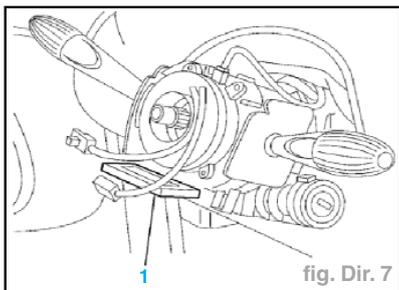

fig. Dir. 7
- En cas de remplacement du câble à spirale par un câble neuf, enlever la languette de sécurité (1) (fig. Dir. 7).